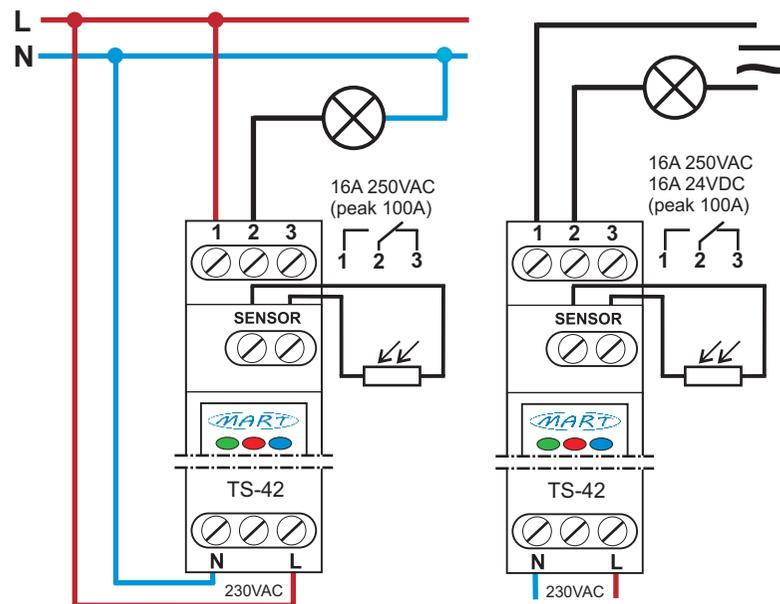

Bild 2: Anschlusschema des DÄMMERUNGSSCHALTERS TS-42-4
3. Schließen Sie die Verkabelung gemäß Schema an (Bild. 2)